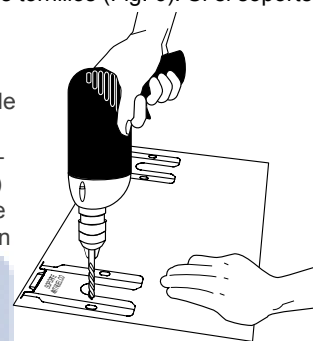

Fig. 6
**b. Taladre los agujeros y fije el soporte** - Taladre un agujero piloto de 1/8" donde se instalarán los tornillos (Fig. 6). Si el soporte se instala en la pared, realice un orificio de guía en un ángulo aproximado de 20° hacia abajo.